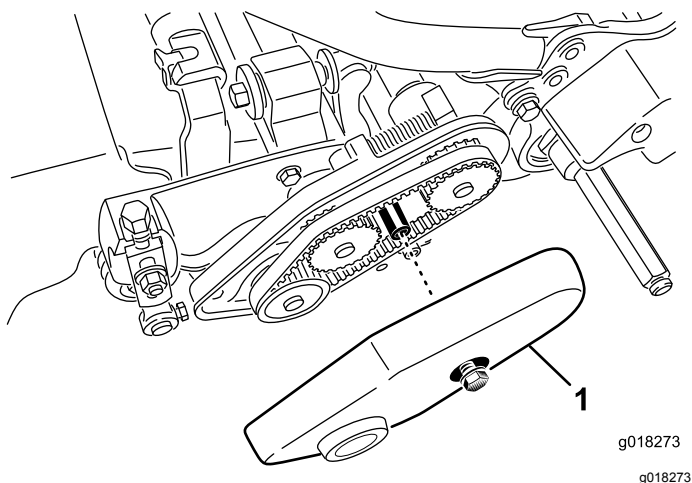

Figura 44
1. Allentate il bullone della flangia che fissa il copricinghia, e togliete il copricinghia per accedere alla cinghia (Figura 44).